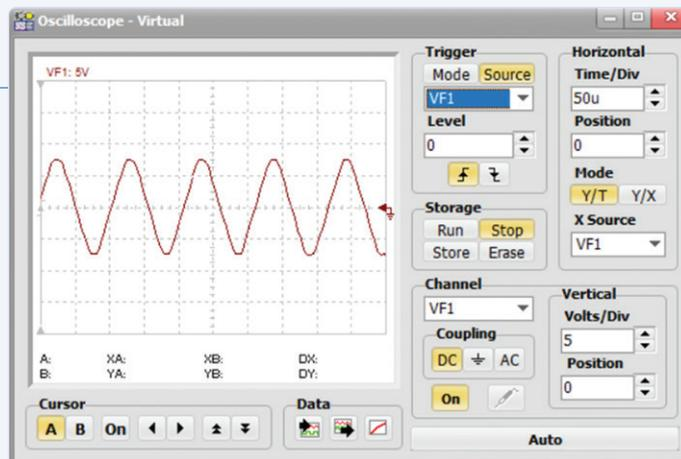

Bild 7. Ausgangssignalform des Colpitts-Oszillators.
- Prüfen Sie die Ausgangswellenform (Bild 7). Die Periode beträgt 100  $\mu$ s (100 u), was 10 kHz entspricht.